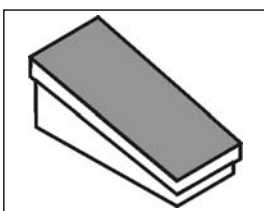

Fig. 7
2.2.3 Comando a distanza a pedale RC12 per saldatura MMA e TIG (Fig. 7)